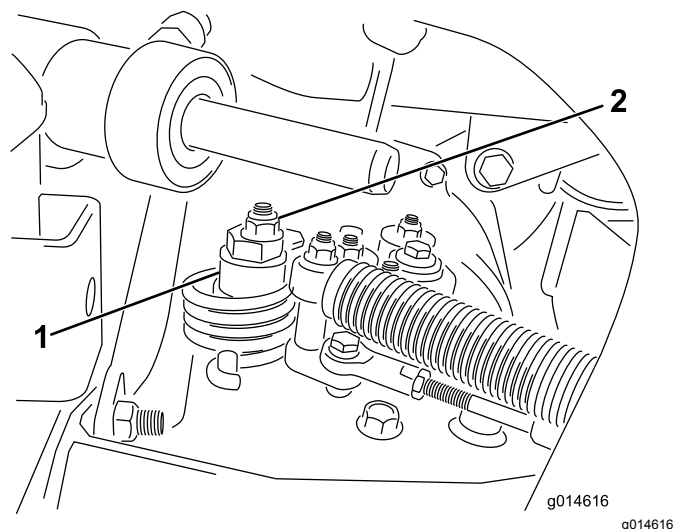

Рисунок 35
- A. Ослабьте контргайку крепления эксцентрика к верхней части гидростата (Рисунок 35).
- C. Поворачивайте эксцентрик до тех пор, пока не прекратится медленное вращение колеса в любом направлении. Когда колесо перестанет вращаться, затяните гайку, которая фиксирует эксцентрик и регулировку (Рисунок 35). Проверьте регулировку при положениях дроссельной заслонки МЕДЛЕННО и БЫСТРО.